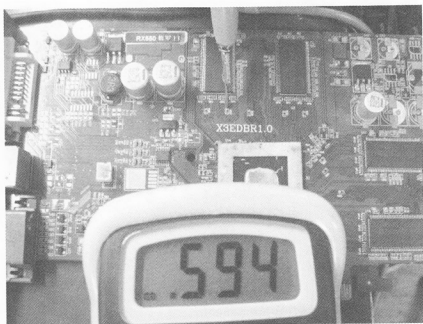

图 5-91 值偏大
(8) 右边电阻靠近显存端值为 594，值偏大，如图 5-91 所示。